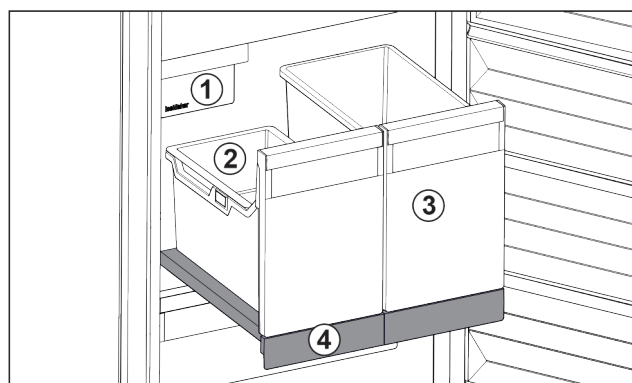

Fig. 95 带 IceTower 的拉出式搁板
- (1) IceMaker
- (2) 冰块挂盘
- (3) 比萨、酒精饮料等的容器
- (4) 拉出式搁板
拉出式搁板上有两个高容器 (IceTower)。来自 IceMaker 的冰块被收集并储存在容器 Fig. 95 (2) 中。容器 Fig. 95 (3) 适合存放较高的食物，例如比萨或酒精饮料。